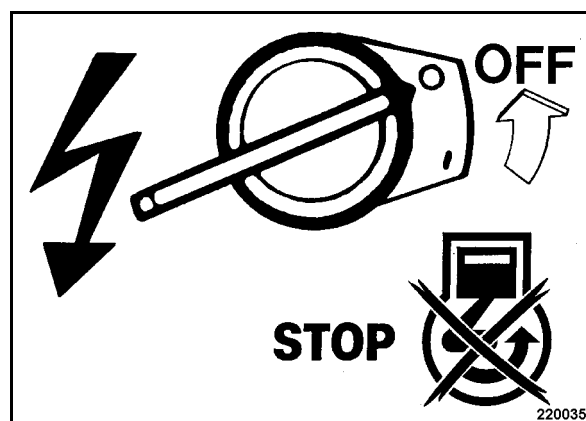

рис. 27
- Переключить выключатель зажигания в положение OFF (рис. 27). Двигатель останавливается.